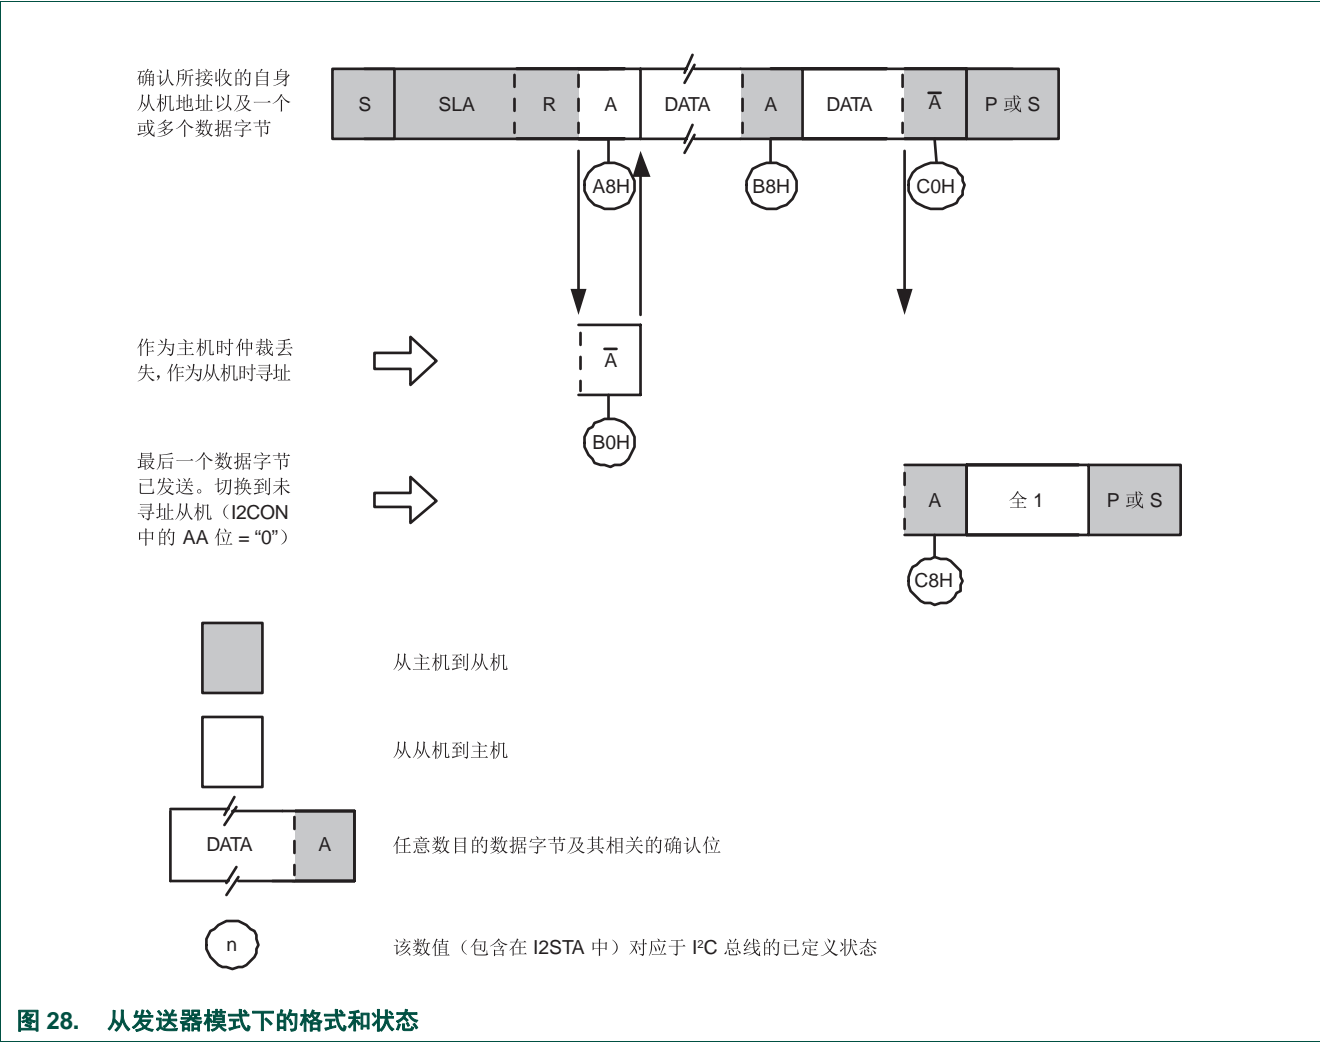

图 28. 从发送器模式下的格式和状态
在从发送器模式中，向主接收器发送数据字节（见图 28）。数据传输的初始化与从接收器模式下相同。当初始化 ADR 和 CON 后，I²C 块一直等待，直至被自身的从机地址寻址，之后是数据方向位，该数据方向位必须为“1” (R)，以便 I²C 模块在从发送器模式下工作。接收到其自身的从机地址和 R 位后，将设置串行中断标记 (SI)，并可从 STAT 读取一个有效状态码。该状态代码用作状态服务程序的向量，每个状态代码的对应操作详见表 138。如果当 I²C 块在主机模式中时仲裁丢失，也可进入从发送器模式（见状态 0xB0）。